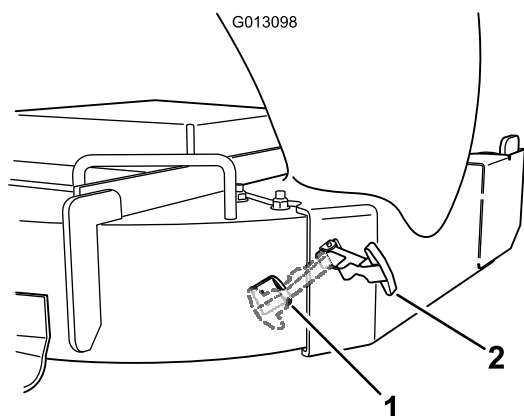

Figure 19
8. Accrochez le loquet à poignée flexible de la goulotte dans le crochet de retenue qui est soudé à la paroi latérale du tablier (Figure 19).